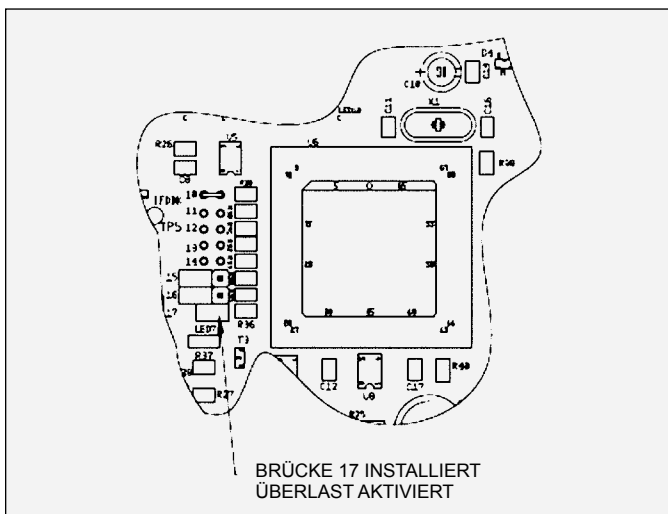

Abbildung 20: Position der Brücke - Überlastaktivierung
2. Platzieren Sie die Brücke über die beiden (2) Pole an Stelle 17 der PC-Hauptplatine (siehe Abbildung 20).